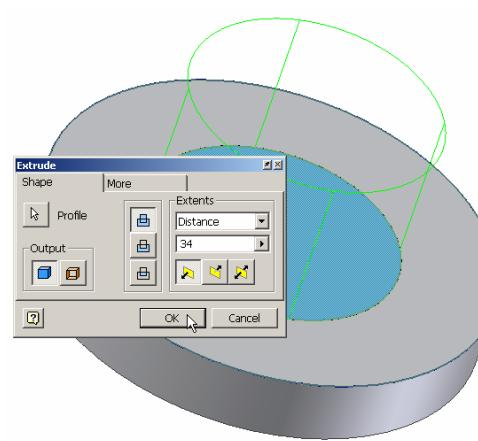

Figura 2.10.5.
- din lista **Extents** - opțiunea **Distance** - distanța de extrudare 34, figura 2.10.5.